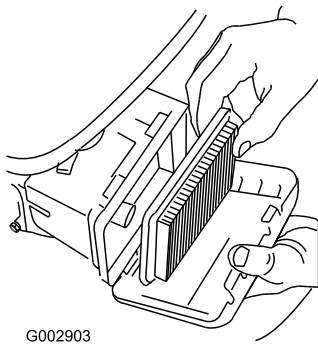

Figura 22
3. Retire el filtro de aire (Figura 22).